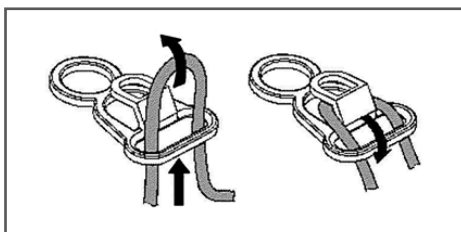

Рис. 9 Крепление кабеля удлинителя
5. При использовании удлинителя закрепите кабель в кронштейне на рукоятке управления так, как показано на рис.9.